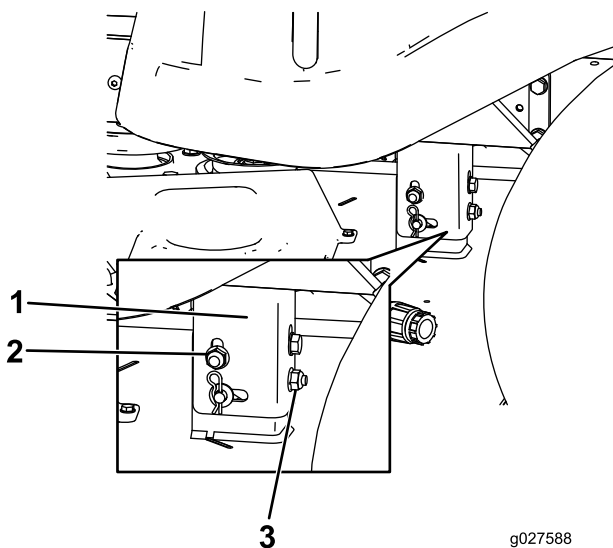

Bild 62
8. Drehen Sie die hintere Mutter, um die linke Seite des Mähwerks anzuheben oder abzusenken. (Bild 62).